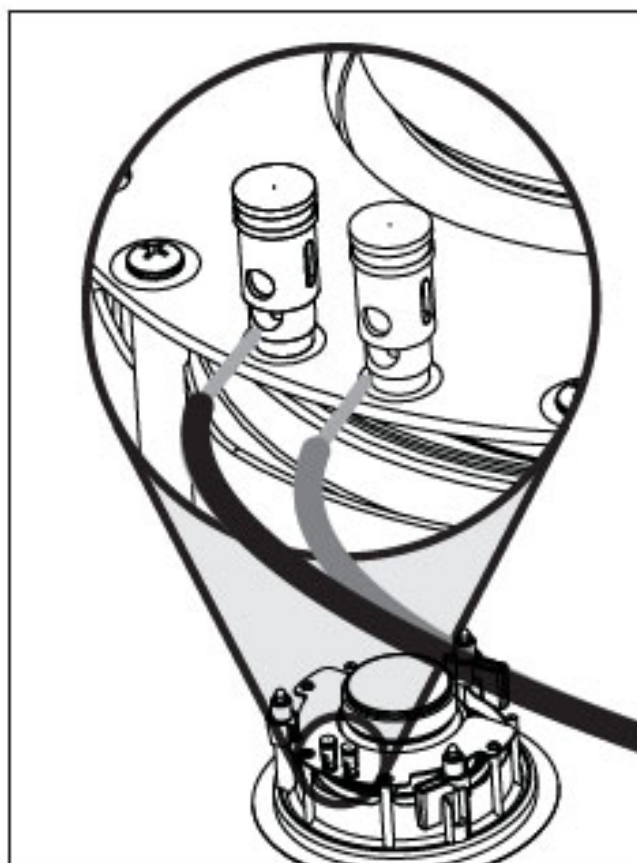

Figure 1. Raccordement du Helos 12.
- **Helos 12** : Attribuez la même couleur aux bornes (+) et (-) sur l'enceinte et l'amplificateur. Assurez vous que tous les raccords sont bien faits (fig. 1).